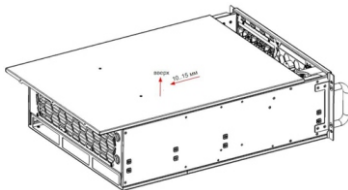

Рисунок 14 – Снятие верхней крышки
– сдвиньте на 10–15 мм назад и снимите верхнюю крышку (рисунок 14);